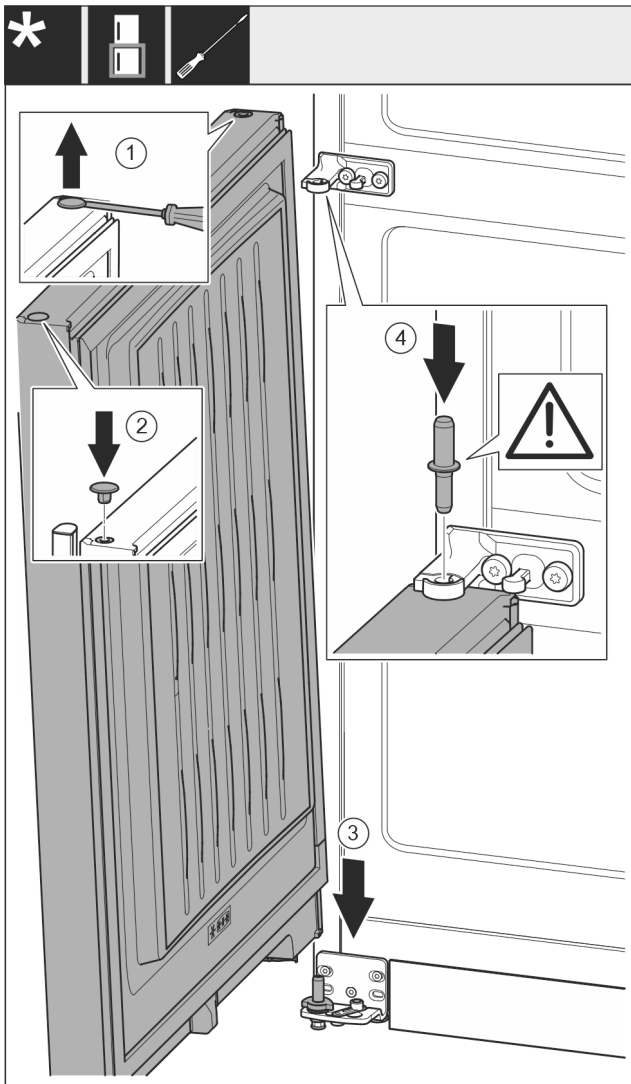

Fig. 29
- ▶ Stop voorzichtig met een sleufschroevendraaier optillen en eruit trekken. Fig. 29 (1)
- ▶ Stop op de andere kant weer aanbrengen. Fig. 29 (2)
- ▶ Deur van boven op de onderste lagerbout plaatsen. Fig. 29 (3)
- ▶ Het midden van de lagerbout door het midden van de lagerbus in de onderste deur aanbrengen. Let op dat de vergrendelhok naar achter wijst. Fig. 29 (4)